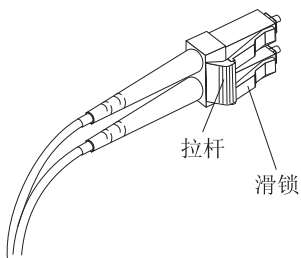

图 35. LC-LC 光纤通道电缆拉杆和滑锁
1. 在 LC-LC 电缆连接到 SFP 模块或主机总线适配器的一端，按住拉杆以松开滑锁，如图 35 中所示。